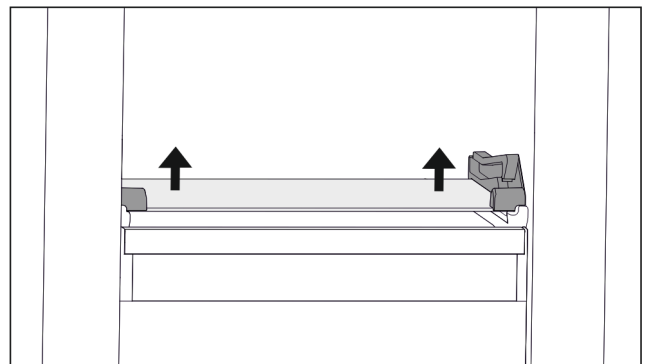

Fig. 92 Kallistettavan vetolaatikon lasihyllä
- ▶ Paina lasihyllyä alhaalta ylöspäin molemmilta puolilta. (katso Fig. 92)